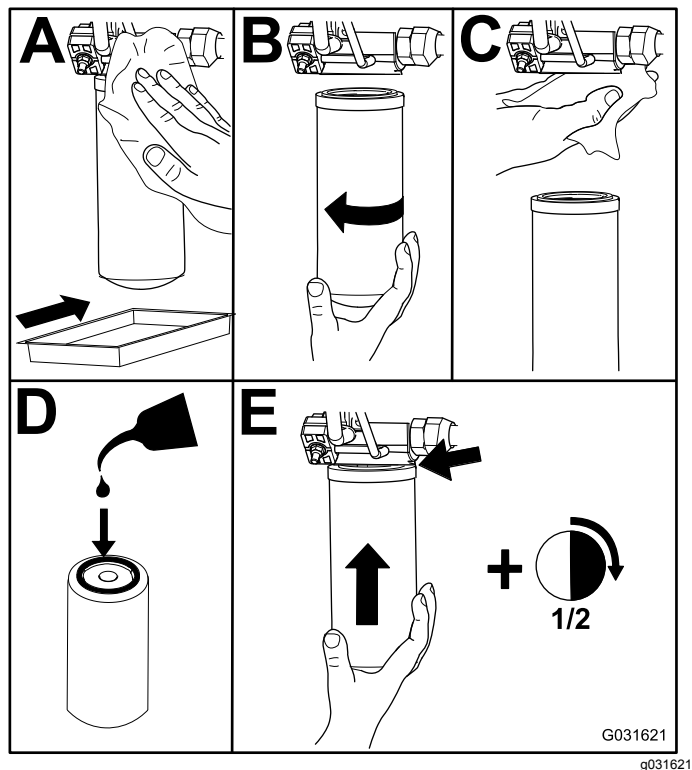

Рисунок 117
2. Замените гидравлические фильтры (Рисунок 117).